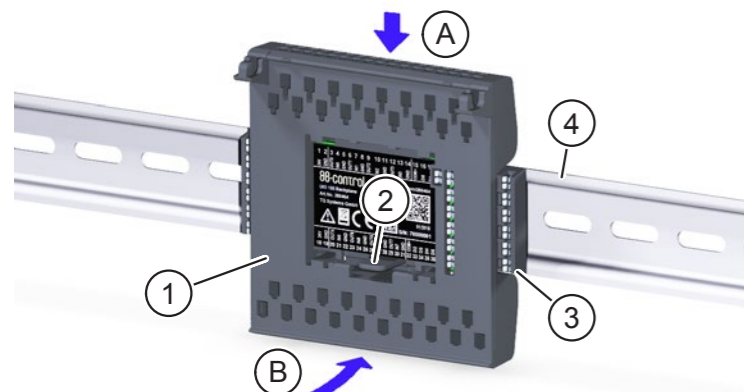

Abb. 4: Backplane auf Hutschiene aufsetzen
- ▶ Orientieren Sie die Backplane (Pos. 1 in Abb. 4) so, dass die Lasche (Pos. 2 in Abb. 4) unten ist.
- ▶ Haken Sie die Backplane schräg von oben (Pos. A in Abb. 4) an der Oberkante der Hutschiene (Pos. 4 in Abb. 4) ein.
- ▶ Drücken Sie die Backplane (Pos. 1 in Abb. 4) vorsichtig gegen die Hutschiene (Pos. 4 in Abb. 4), bis sie einrastet (Pos. B in Abb. 4).
- Auf dem letzten Modul in einer Hutschienenzeile und auf dem letzten Modul in der gesamten Installation darf kein Backplane Connector (Pos. 3 in Abb. 4) gesteckt sein.
- Sie können die Backplane wieder von der Hutschiene lösen, indem Sie die Lasche (Pos. 2 in Abb. 4) etwas nach unten drücken und die Backplane nach oben schwenken.